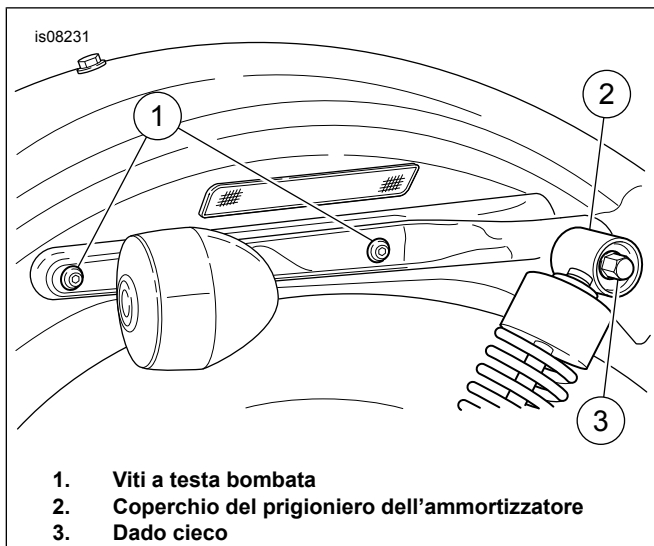

Figura 9. Sostegno del parafrangente posteriore
4. Vedere Figura 9. Rimuovere le viti a testa bombata ed i dadi bloccanti che fissano il coperchio del sostegno del parafrangente al telaio (nel caso di un modello Hugger con schienalino, è possibile che sia stata rimossa una di queste viti con dado bloccante). Conservare la bulloneria per la successiva reinstallazione.